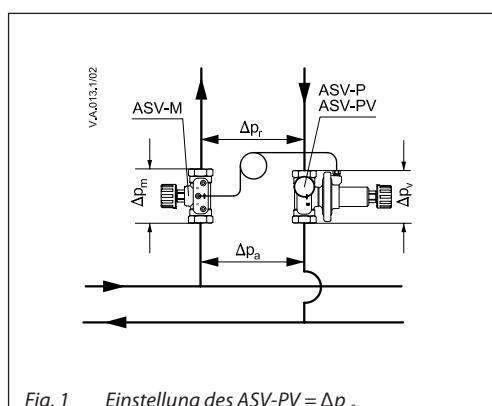

Fig. 1 Einstellung des ASV-PV = Δp_{Strang}
- Partnerventil **außerhalb des Regelkreises** (Abb. 1).